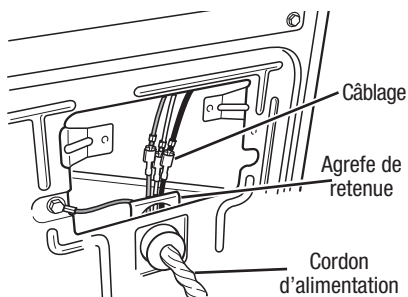

Figure 4. Enlever l'agrafe de retenue.
5. S'il est nécessaire de remplacer le cordon d'alimentation, enlever l'agrafe qui retient le cordon d'alimentation sur le panneau arrière. Voir figure 4. Débrancher le cordon d'alimentation du câblage principal et débrancher le conducteur de liaison à la terre du panneau arrière, puis enlever le cordon d'alimentation.